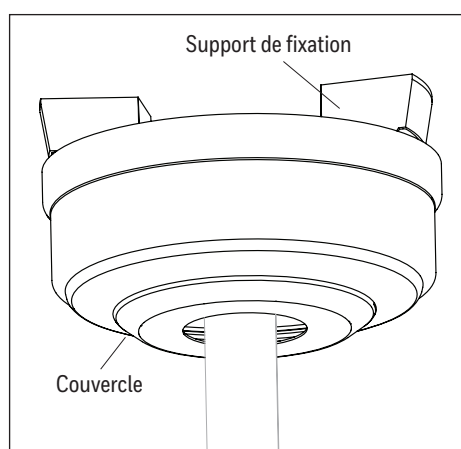

Figure 5.2
2. Soulevez la base, assurez-vous que les aimants situés au bas du support de montage maintiennent la base en place (Figure 5.2).